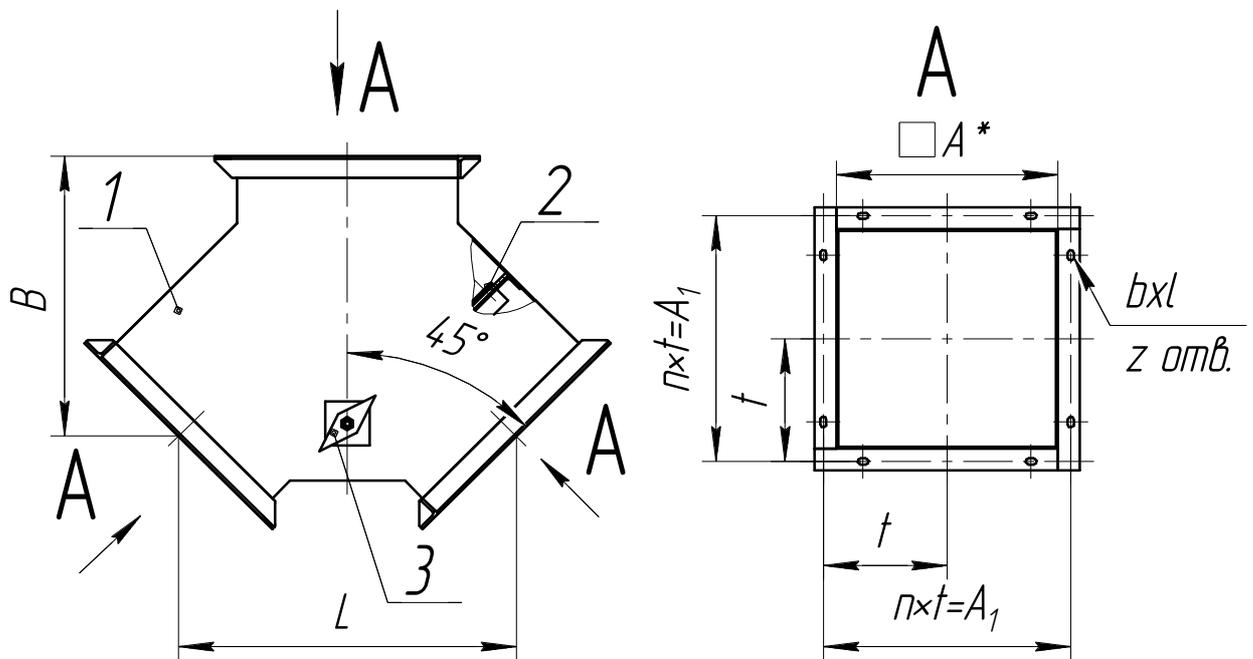

Рисунок 3 - Клапан перекидной взрывозащищенный АЗЕ 105
4.3 Клапан перекидной АЗЕ 105.000 состоит из следующих основных узлов (рисунок 3): корпуса (поз.1), полотна (поз.2), указателя (поз.3).